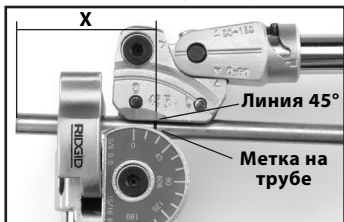

Рис. 10 – До гибки
- Нанесите на трубу метку на требуемом расстоянии (X) от элемента (конец трубы, изгиб и пр.). Центр сегмента дуги будет находиться на этом расстоянии от элемента.
- Совместите метку на трубе с линией 45° на каретке (см. рис. 10).